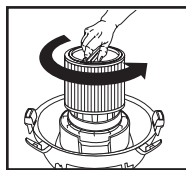

FIGURE 22
42. Pour enlever le filtre afin de le nettoyer, maintenez à nouveau le couvercle du réservoir et tournez le porte-filtre dans le sens antihoraire pour le desserrer et l'enlever. **FIGURE 22.**